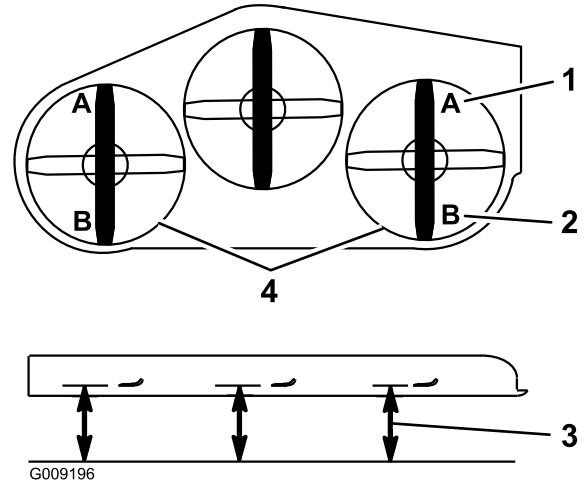

Figure 108
- De chaque côté du tablier de coupe, mesurez la distance entre la surface plane et la pointe avant de la lame (position A), comme montré à la Figure 108.
15. De chaque côté du tablier de coupe, mesurez la distance entre la surface plane et la pointe arrière de la lame (position B), comme montré à la Figure 108.